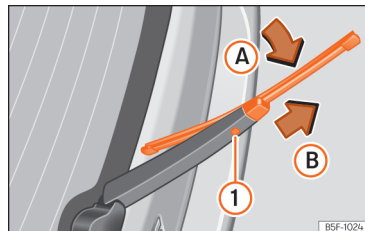

Fig. 192 Înlocuirea lamei ștergătorului lunetei
- Rotiți ușor lamela »» fig. 192 (săgeata A).